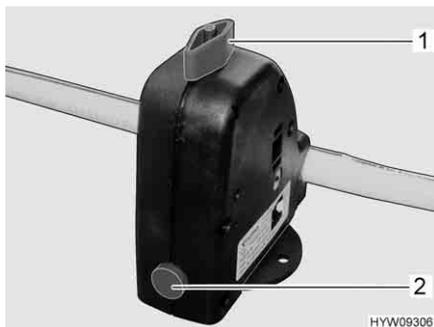

Fig. 179 Valvola di sicurezza/di scarico (Truma)
- Chiudere la valvola di sicurezza/di scarico (Truma). A tal fine ruotare la manopola (Fig. 179,1) verticalmente rispetto alla valvola di sicurezza/di scarico e premere verso l'interno il bottone automatico (Fig. 179,3). Con temperature inferiori a 6 °C non è possibile chiudere la valvola di sicurezza/di scarico.